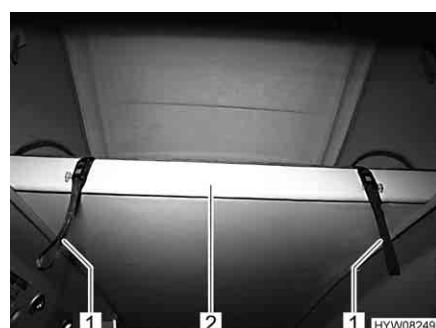

Fig. 71 Superficie utile ribaltabile
- Se la superficie utile ribaltabile è ribaltata verso l'alto: Tirare la superficie utile (Fig. 71,2) verso il basso utilizzando la cinghia ausiliaria (Fig. 71,1).